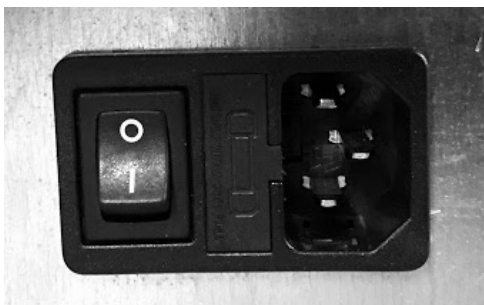

Fig. 75 - Tomada elétrica com interruptor geral
- Ligar o cabo de alimentação primeiro na parte traseira da estufa (ver **Fig. 75**) e depois a uma tomada elétrica na parede.
- O interruptor geral O/I (ver **Fig. 75**) é acionado apenas para acender a estufa, caso contrário é aconselhável mantê-lo desligado.